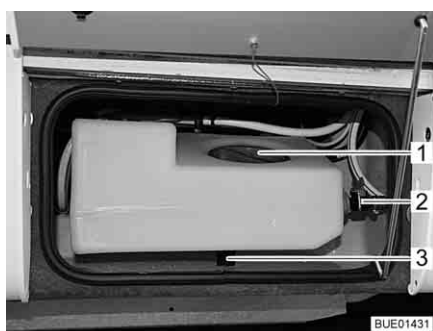
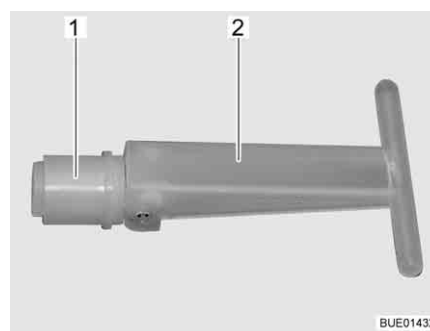

Fig. 235 Serbatoio dell'acqua aggiuntivo
Fig. 236 Tappo di chiusura
Quando la valvola di svuotamento (Fig. 235,2) è aperta, la capienza del serbatoio dell'acqua aggiuntivo è limitata a circa 30 l; l'acqua in eccesso defluisce. Quando la valvola di svuotamento è chiusa, è disponibile l'intero volume del serbatoio.
Quando si toglie il tappo di chiusura (Fig. 236,1) all'interno del serbatoio dell'acqua aggiuntivo, l'acqua defluisce attraverso lo scarico (Fig. 235,3). Il tappo di chiusura si raggiunge attraverso l'apertura di servizio (Fig. 235,1).
- Assicurarsi che il tappo di chiusura (Fig. 236,1) del serbatoio dell'acqua aggiuntivo sia chiuso (impugnatura (Fig. 236,2) girata).
- Assicurarsi che la valvola di svuotamento (Fig. 235,2) sia chiusa.
- Aprire l'apertura di servizio (Fig. 235,1) del serbatoio dell'acqua aggiuntivo.
- Attraverso l'apertura di servizio, portare in posizione verticale l'impugnatura (Fig. 236,2) del tappo di chiusura (Fig. 236,1) e sfilare il tappo.
- Aprire la valvola di svuotamento (Fig. 235,2) sul serbatoio dell'acqua aggiuntivo.